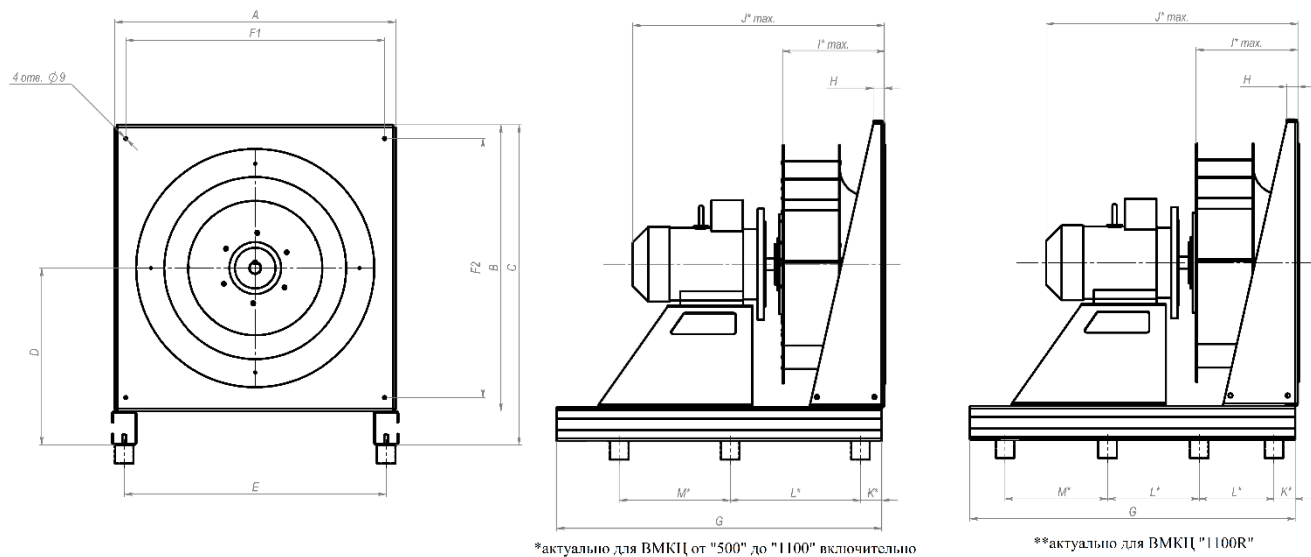

Рис.3. Геометрические характеристики ВМКЦ (с КЦ-500 до КЦ-1100.1R включительно)
* - I_{max} и J_{max} означают максимальные значения указанных на рис.3 соответствующих размеров.